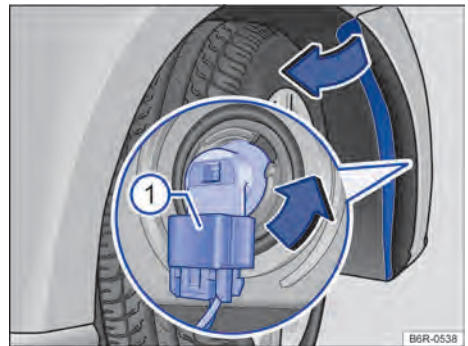

Fig. 146 Substituir a lâmpada incandescente do farol.
6. Retirar o conector de alimentação da lâmpada → Fig. 146 (1), pressionar, ao mesmo tempo, a trava de fixação do conector.
7. Girar o soquete da lâmpada → Fig. 146, no sentido anti-horário da seta até o batente, e desencaixá-lo do alojamento.
12. Encaixar o conector de alimentação → Fig. 146 (1) no soquete da lâmpada. O conector precisa encaixar audivelmente.